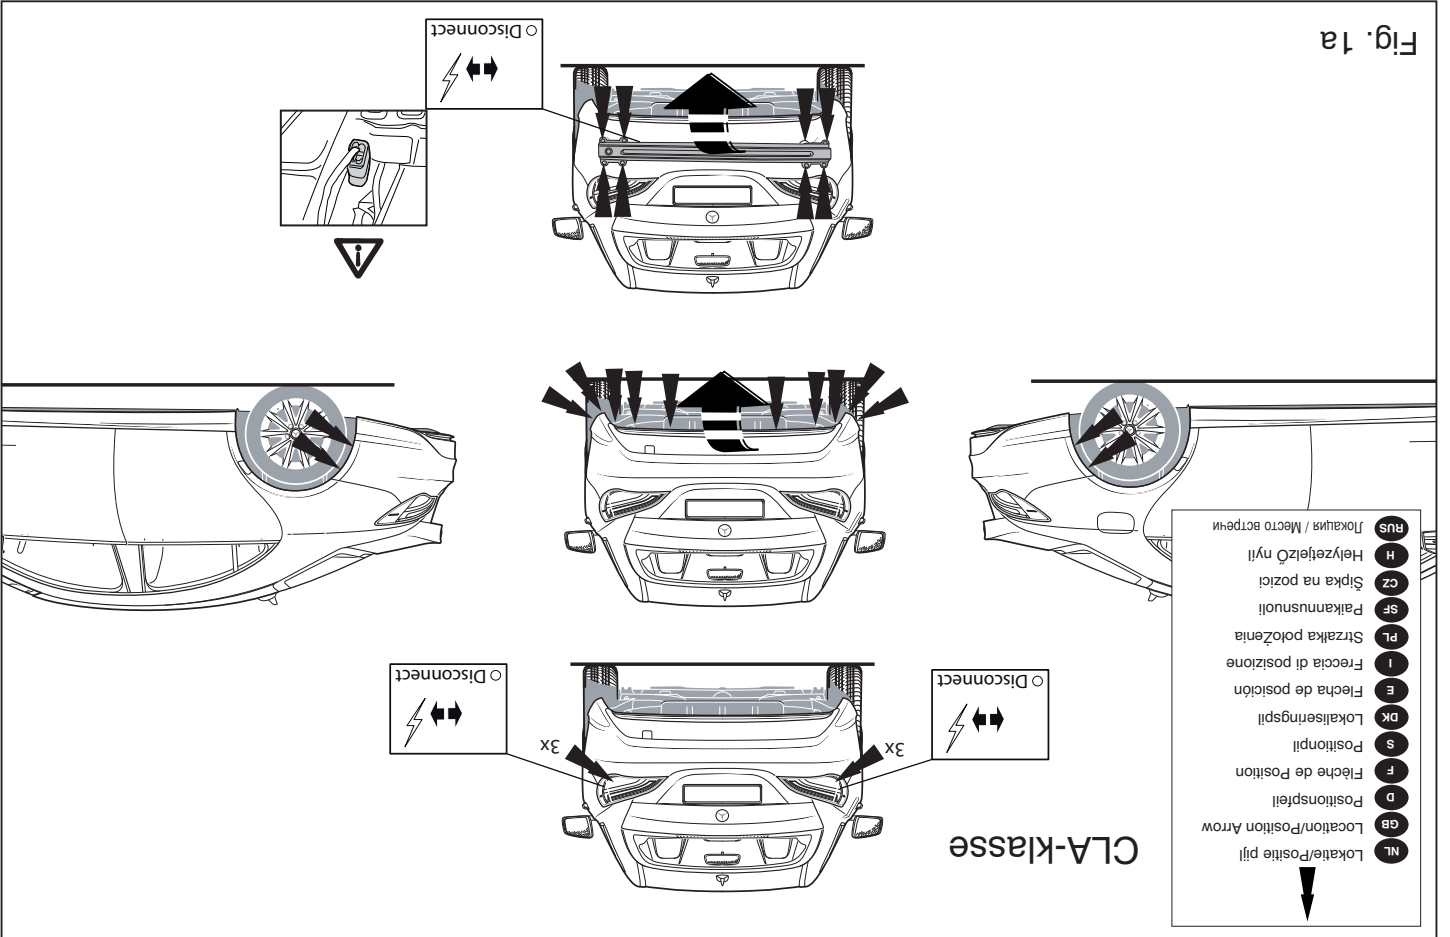

Fig. 1a
1. Demonteer de achterlicht units. Demonteer de bumper. (zie fig. 1a)
3. Demonteer de stalen stootbalk van het voertuig, de stootbalk wordt niet meer gebruikt. (zie fig. 1a)
1. Remove the rear-light units. Remove the bumper (see fig. 1a).
3. Remove the steel buffer beam from the vehicle. The buffer beam will no longer be needed (see fig. 1a).
1. Die Rücklichter abmontieren. Die Störstange abmontieren (siehe Abb. 1a).
3. Die Störstange einschließlich des stählernen Stoßbalkens vom Fahrzeug abmontieren. Der Stoßbalken wird nicht mehr benötigt (siehe Abb. 1a).
1. Démontez les feux arrière. Démontez le pare-chocs (voir la fig.1a).
3. Déposer le pare-chocs du véhicule y compris la traverse en acier ; la traverse ne sera plus utilisée (voir la fig.1a).
1. Demontera bakljusmodulerna. Demontera stötfångaren (se fig. 1a).